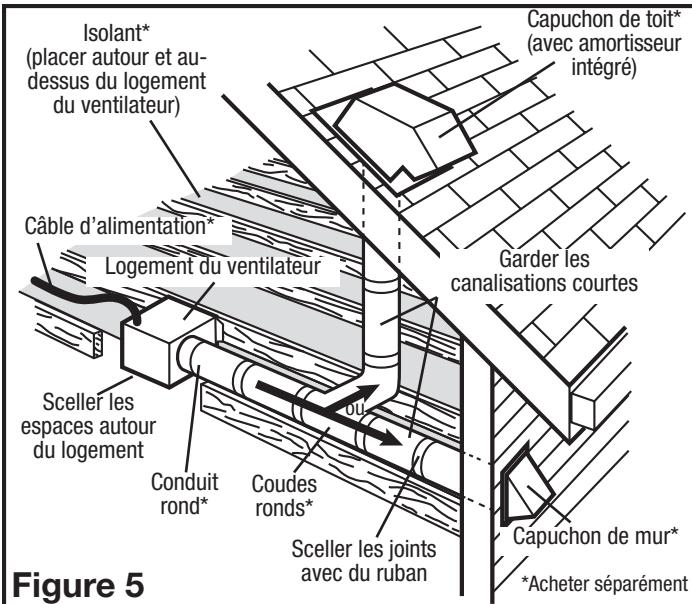

Figure 5
2. Assurez-vous que les joints des conduits et les pénétrations extérieures sont scellés avec du mastic ou tout autre matériau similaire pour créer un passage d'air étanche afin de minimiser la perte ou le gain de chaleur et réduire le risque de condensation. Placez / enveloppez l'isolant autour du conduit et / ou ventilateur afin de minimiser la possibilité d'accumulation de condensation à l'intérieur du conduit, ainsi que la perte ou le gain de chaleur (Figure 5).